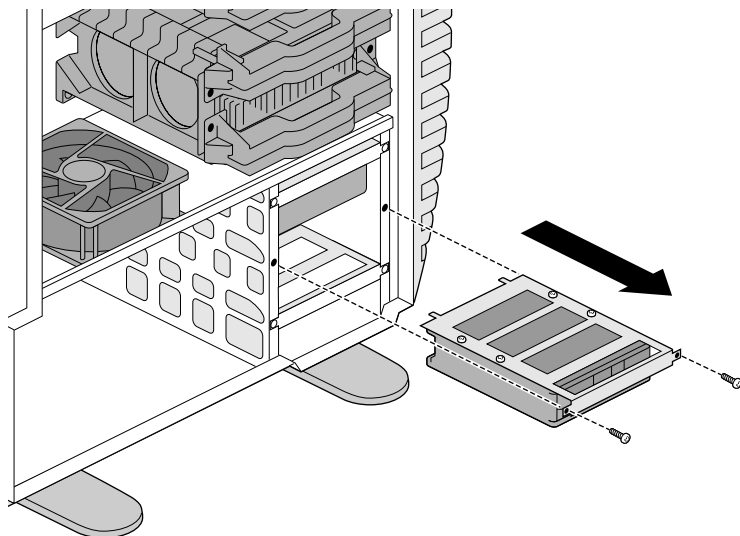

図 4-18 内蔵ドライブとブラケットの取り外し
5. プラスのドライバーを使用して、ドライブブラケットと本体を固定している 2 本のネジを外し、ベイからブラケットとドライブを取り外します (図 4-18)。